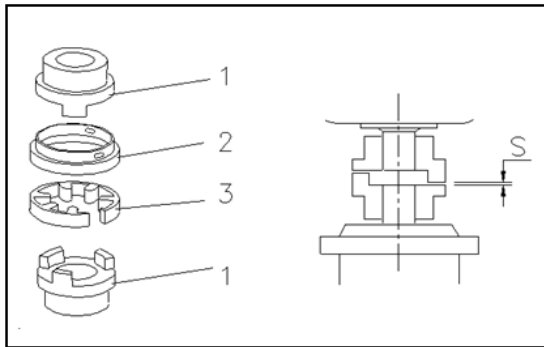

Fig. 8.2
- Verwijder beide afdekkapjes (fig.8.2 pos 2) door het uitdraaien van de bevestigingsschroeven.
- Verwijder het rubberen element (3) en controleer op slijtage. Indien de metalen delen vervangen moeten worden ga dan verder met hoofdstuk 8.6.4.
- Controleer of de afstand (S) tussen 2-4 mm is.
- Breng het, indien nodig nieuwe rubberen element (3) aan en bevestig de afdekkapjes (2).